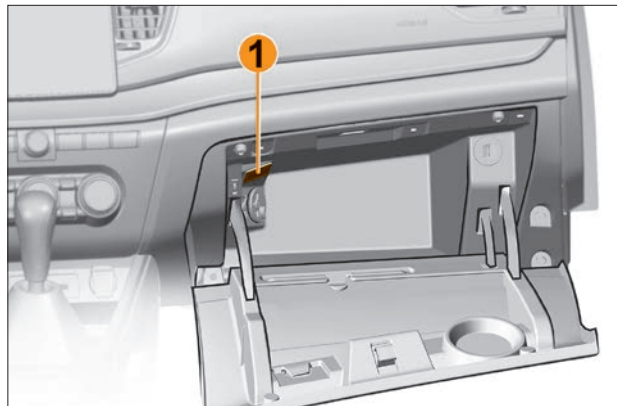

Рис. 6.12.2. Плафон освещения вещевого ящика
**Лампа освещения вещевого ящика.** Для замены лампы в плафоне освещения вещевого ящика проделайте следующие действия (рис. 6.12.2, 6.12.3):